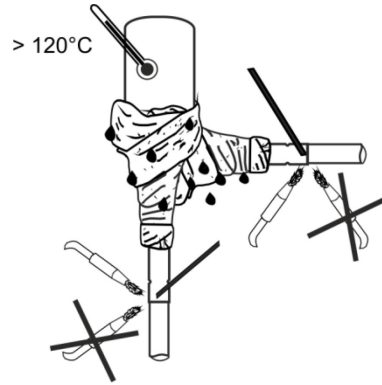

Fig. 3/ Рис. 3:
**Присоединение к приводу/контроллеру: (Рис. 3)**
- Внутреннее сопротивление каждой обмотки составляет 150 Ω ± 10 % (обмотки W1-4, См. Рис. 3).